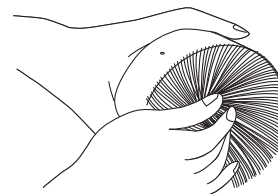

Рис. 5
8. Установить новый фитиль. Вставить 3 штифта фитиля в 3 отверстия держателя фитиля в направлении вверх (Рис. 5). На держателе фитиля нанесены метки в виде стрелок, указывающих направление «вверх».